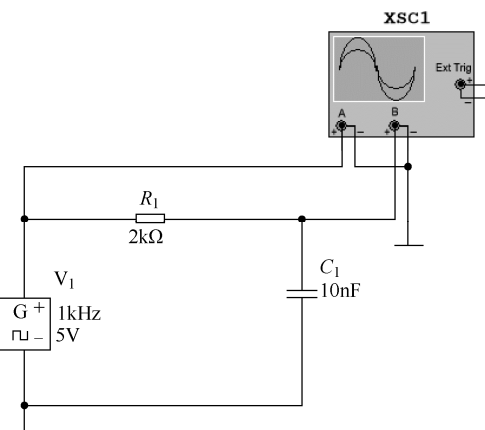

图 4.3.6 连接双踪示波器
(2) 将双踪示波器连接至测试端。双踪示波器有 A、B 两路通道, 将 A 通道的“+”端子连至信号源 V_1 正端, 将 B 通道的“+”端子连至所需测试的电容端, A、B 两通道的“-”端子接地。如图 4.3.6 所示。此时电容作为输出端, 构成积分电路。